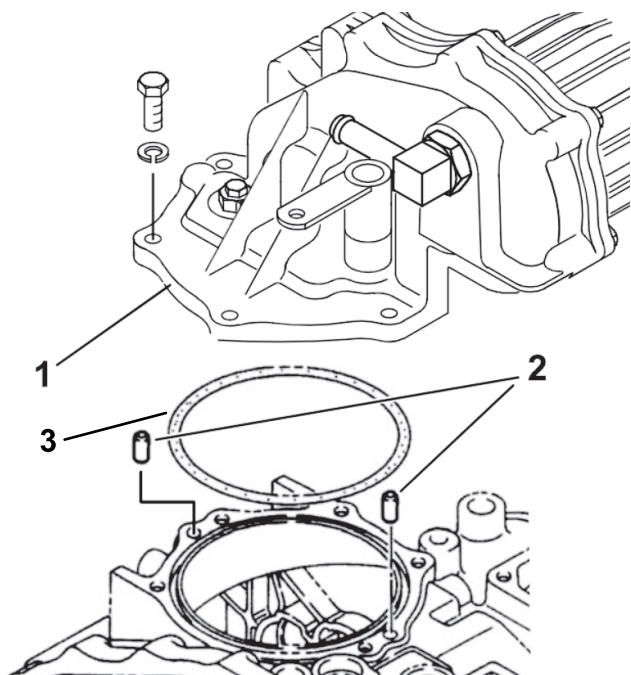

Figure 19
1. Placez les 2 goupilles de centrage dans les trous de la boîte-pont, aux emplacements indiqués à la Figure 19.
2. Montez la PDF sur la boîte-pont à l'aide du grand joint torique, des boulons de fixation, des rondelles frein et de l'écrou que vous avez retirés de la plaque de protection de la boîte-pont (Figure 19).